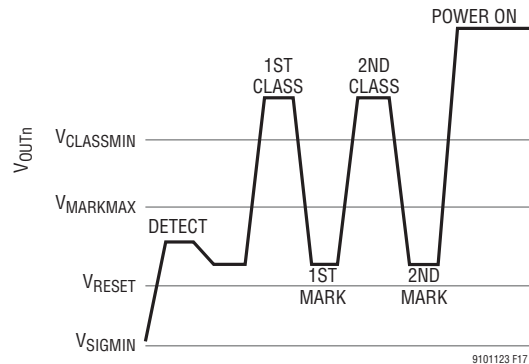

図 17. タイプ2のPSE(2イベント・クラス・シーケンス)
25.5Wを要求するタイプ2 PDは、すべてのクラス・イベント時にクラス・シグネチャ4を示します。供給可能電力が25.5Wのタイプ2 PSEは、図17に示すように、最初のクラス・イベント時にクラス・シグネチャ4を認識すると、PDにV_{MARK}(代表値9V)を供給し、少し間を置いてから2番目のクラス・イベントを発行します。2番目のクラス・イベントは、PSEが25.5Wを割り当てたことをPDに知らせます。